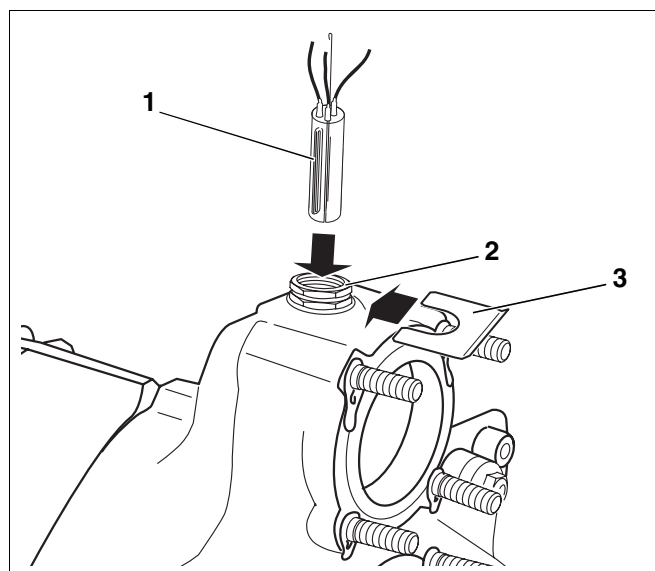

Рис. 45 Установка связки датчиков
Связка датчиков, подключенных к системе управления (три датчика, одна заглушка рис. 45, **поз. 1**), утапливается в гильзу R^{3/4}”.
- Проложить капиллярные трубки датчиков к месту измерения в котле, там вставить датчики в гильзу (рис. 45, **поз. 2**) и закрепить, установив фиксатор (рис. 45, **поз. 3**).